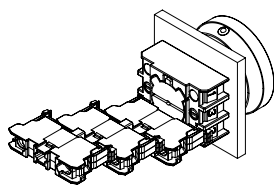
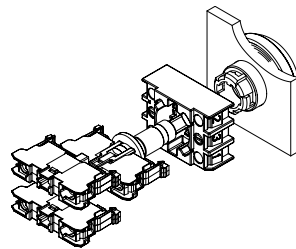

Fig. 4
Fig. 5
2. El montaje de los elementos de contacto del sistema de contacto RF se realiza mediante en enganche en las posiciones 1 a 3 en la brida de montaje (véase fig. 4). La posición central (pos. 3) se ha previsto para el montaje de elementos luminosos en dispositivos con iluminación (véase fig. 5).